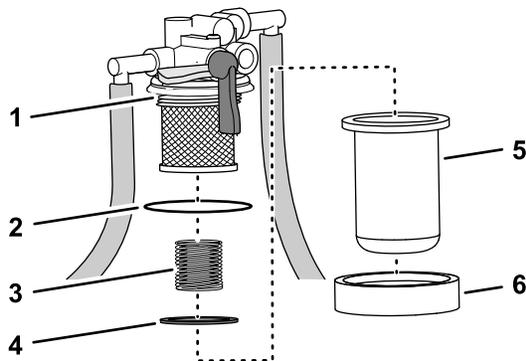

Bild 68
3. Prüfen Sie am Filterkopf den Zustand des O-Rings (Bild 68).
5. Setzen Sie die Feder und den Schwimmer in die Kraftstofffilterglocke ein (Bild 68).
6. Montieren Sie die Filterglocke und die Glockenmutter am Filterkopf und ziehen die Mutter mit der Hand an (Bild 68).